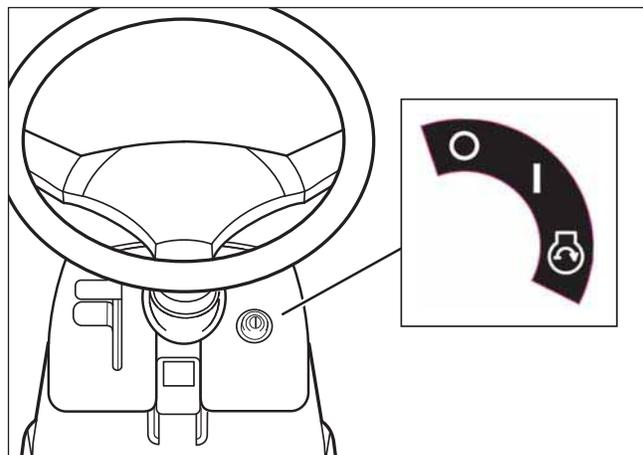

Figure 18
6. Tourner la clé de contact en position DÉTACHÉ pour arrêter le moteur (voir la **Figure 18**).
1. Tourner la clé de contact en position ON pour faire démarrer le moteur (voir la **Figure 18**).
5. Mettre la clé de contact en position DÉMARRAGE (voir la Figure 18).